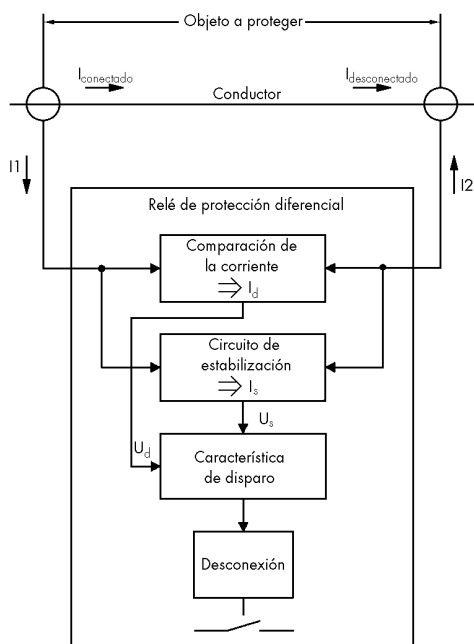

Figura 3.1: Esquema de principio del campo de protección diferencial
Para mejor aclarar el funcionamiento, la figura 3.1 muestra el esquema de principio del **XD1-L**:
- $i_2$  = 0; sólo en caso de fallo interno con alimentación del lado 1 (Ver figura 3.1)
- $i_2$  = Corriente secundaria del transformador (Ver figura 3.1)